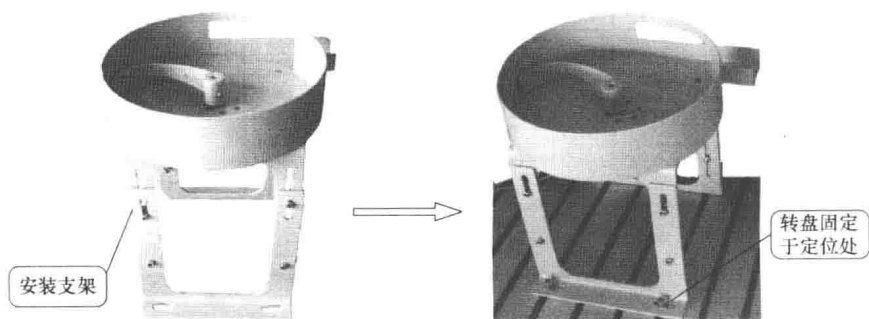

图 1-10 放料转盘及支架的安装过程
2) 安装转盘及其支架。如图 1-10 所示, 将放料转盘装好支架后固定在定位处, 支架的弯脚应在其外侧。